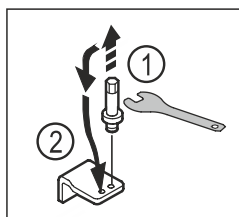

Fig. 19
- ▶ Csavarja ki az alsó csapágybak csapját 5-ös kulcsnyílású dugókulccsal. Fig. 19 (1)
- ▶ Helyezze fel a csapot a másik oldalon. Fig. 19 (2)